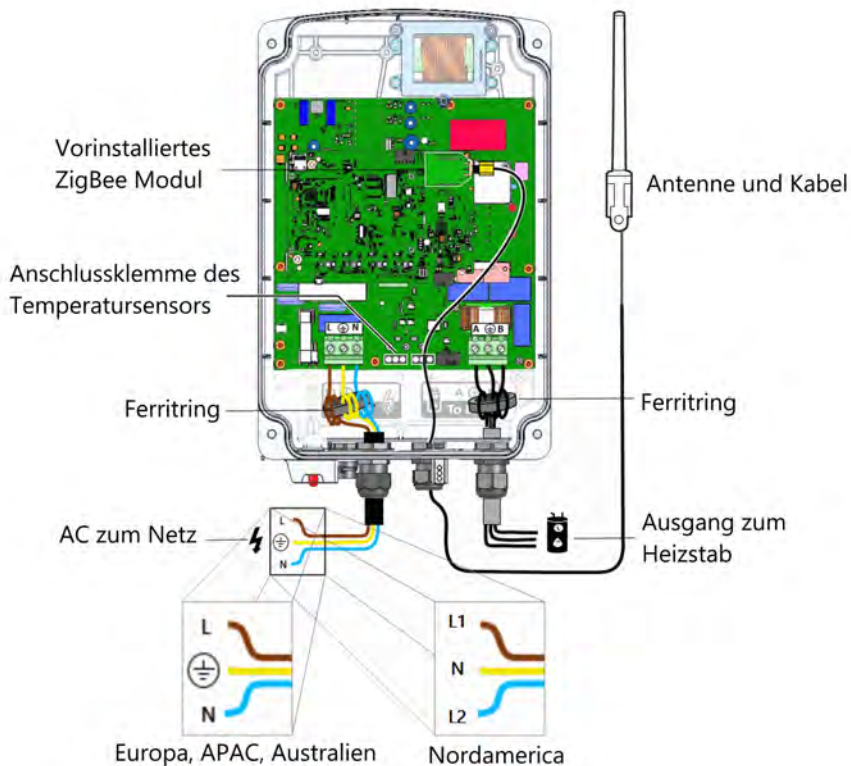

Abbildung 9: Smart Energy Warmwasser-Controller - Verdrahtung
Schließen Sie die (mit **A** und **B** gekennzeichneten) *Ausgänge/output* zum Gerät **nicht an die Stromversorgung** an, da dies zu einer Beschädigung des Produkts sowie zum Erlöschen der Gewährleistung führt. Schließen Sie das Netzkabel nur an den dafür vorgesehenen *Eingang/Input* an (siehe *Abbildung 9*).
3. Schließen Sie das Netzkabel (gemäß *Abbildung 9* an die Netzversorgung) an:
4. Schließen Sie den Heizstab (gemäß *Abbildung 9*) an:
- g. Befestigen Sie den Stecker des Antennenkabels am vorinstallierten ZigBee-Modul (siehe *Abbildung 9*).